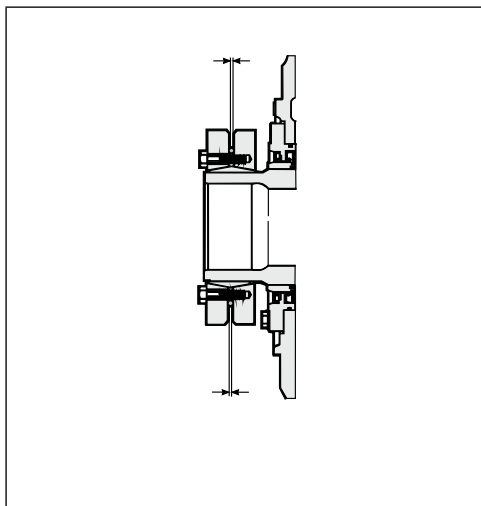
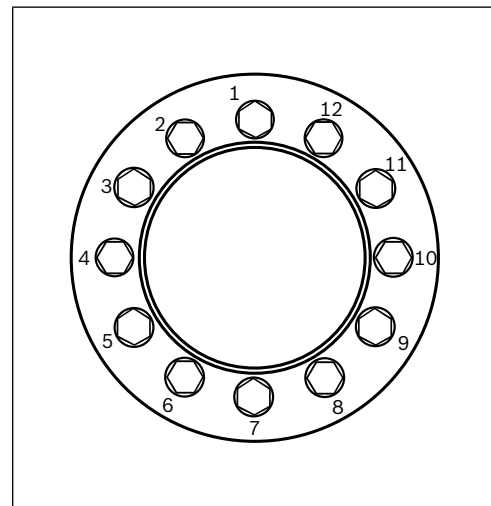

Fig. 12: Separación del disco de contracción
Fig. 13: Orden de apriete del disco de contracción
Para evitar la desalineación de los dos anillos de fijación durante el apriete de los tornillos, se debe medir la separación entre los anillos en varios lugares durante el proceso, consulte la *Fig. 13: Orden de apriete del disco de contracción*. La diferencia entre las separaciones medidas nunca debe variar más de 1 mm durante cualquier etapa del proceso de apriete.
Marque con pintura o un lápiz las cabezas de los tornillos en la posición de 12 en punto, de tal manera que pueda seguir la secuencia de giro de los tornillos. Ajuste la llave de torsión para el par máximo especificado. Apriete el par de los tornillos de acoplamiento; consulte la señal en el acoplamiento o la *Tabla 9: y Tabla 10:*. Ahora comience a apretar los tornillos en la secuencia que se muestra en la *Fig. 13: Orden de apriete del disco de contracción*.
- Suelte gradualmente los tornillos del acoplamiento del eje; consulte la *Fig. 12: Separación del disco de contracción* y *Fig. 13: Orden de apriete del disco de contracción*. Cada tornillo solo se debe soltar un cuarto de vuelta a la vez. Así se evitará que los anillos se inclinen y atasquen o que la rosca se estire. Los tornillos se deben soltar hasta que el anillo del acoplamiento se libere completamente.